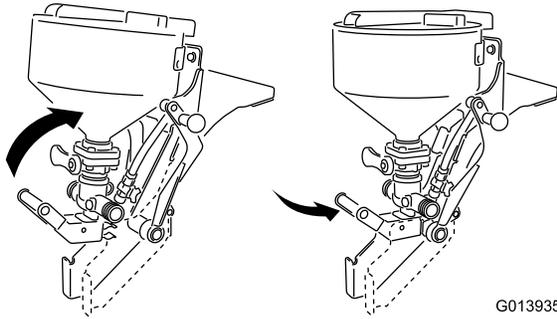

Figure 18
- A. Relevez la poignée inférieure pour soulever l'éjecteur tout en l'inclinant légèrement vers la cuve (Figure 18).
- B. Guidez la languette sous la barre transversale avec la patte soudée dans la partie supérieure du bâti (Figure 18).
- C. Pivotez ensuite l'ensemble vers la cuve en veillant à aligner le collier élastique avec le grand logement de pivot dans la partie inférieure du bâti (Figure 18).